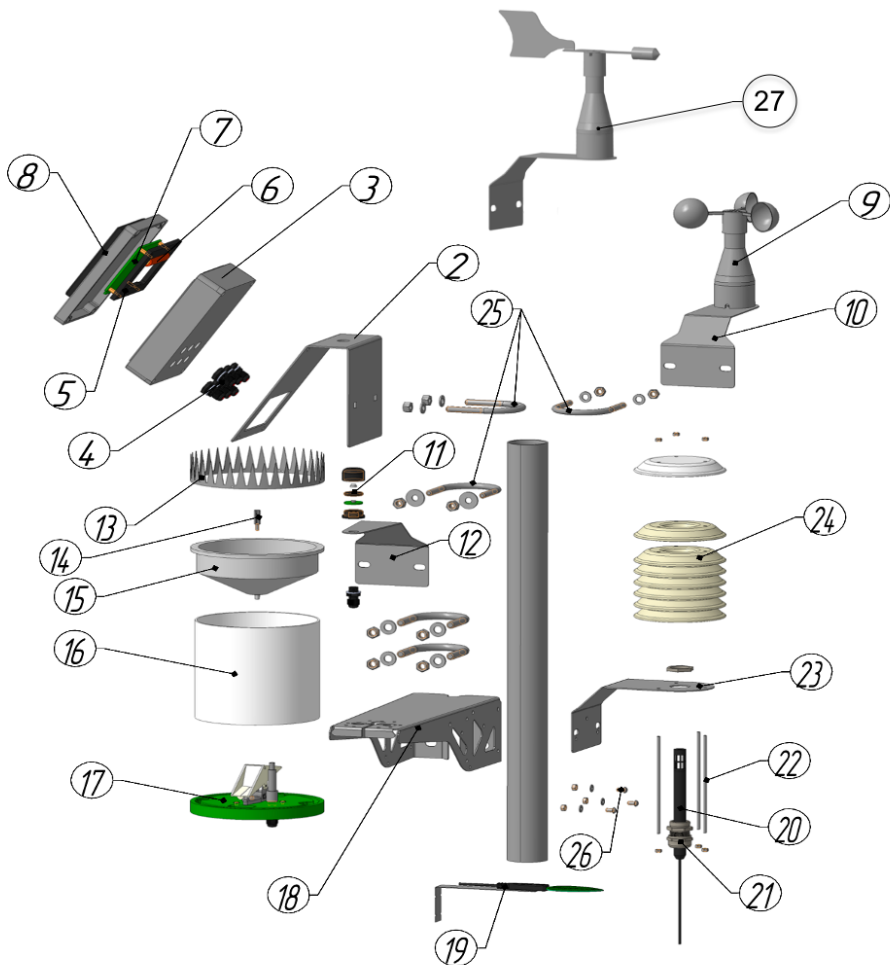

Рис. 3 Основные конструктивные элементы метеостанции KAIPOS.
3. Датчик скорости ветра 9 (рис. 3) и солнечной радиации 11 должны быть установлены на самом верху металлической опоры.